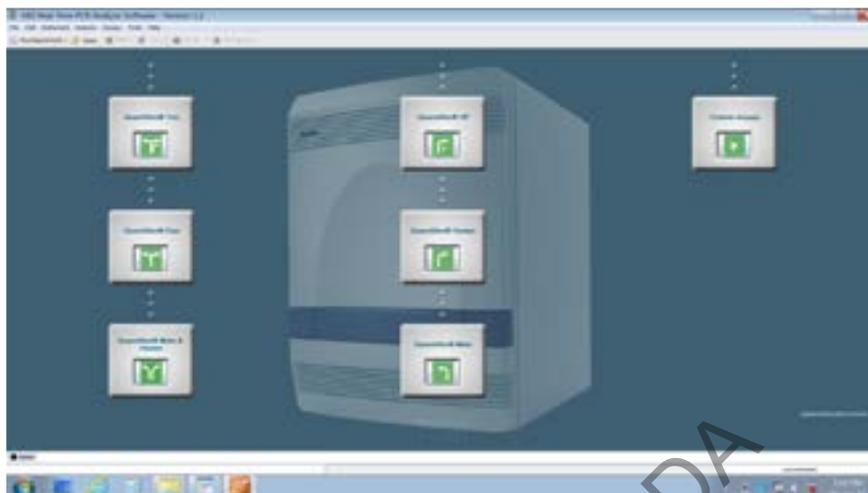

Figura 7. Pantalla de inicio de la aplicación HID Real-Time PCR Analysis Software v1.3 o superior
7.2.10 Seleccione del menú desplegable el kit a utilizar, Quantifiler Trio. Ver figura 7.